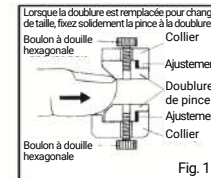

Fig. 11
**3** Lorsque la doublure est remplacée pour changer de taille, assurez-vous de bien ajuster la nouvelle doublure dans la pince avant de la fixer avec le boulon à douille. (Fig. 11)